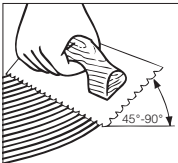

Figure 10
- Tenir la truelle à un angle d'au moins 45° (Figure 10), fermement contre le sous-plancher afin d'obtenir un taux d'étalement de 4 à 5,5 m²/litre (50 à 60 p²/gal US). La truelle laisse des cannelures d'adhésif et très peu d'adhésif entre les cannelures, ce qui permet de voir les lignes tracées au cordeau et d'étaler la quantité recommandée.